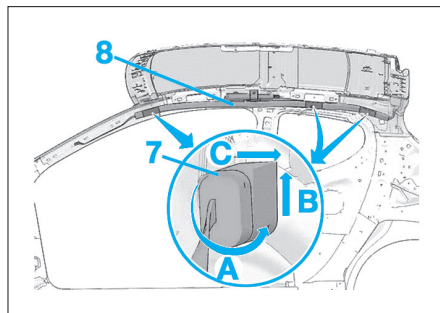

Fig. 30
- le support coussin gonflable (2)
- Débrancher le connecteur (3).
- À l'aide d'un tournevis fin, dégager la sangle de maintien du coussin gonflable (4) de la doublure de montant de baie (5) et de la doublure de custode (6).
- À l'aide d'un tournevis fin, dégager les clippages de maintien du coussin gonflable (7) suivant "A - B - C" (Fig.30).